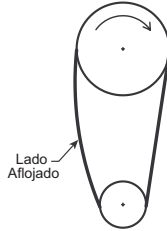

Figura 6
- b. Modelos 2RB65, 2RB66, 3ATT8, 3ATT9, 3ATU1, 3ATU2, 3ATU3, 4YY13, 4YY14, 4YY15, 4YY16, 4YY17, 5DVL4, 5DV06, 6KWJ9, 16D522, 16D523, 16D524, 16D525, 20FT09, 20FT14, 33X834, 33X835, 33X836: Las correas se deben tensar solo lo suficiente como para evitar deslizamientos con carga completa. Las correas deben tener una leve inclinación en el lado aflojado cuando funcionan con cargas completas. Consulte la Figura 6.